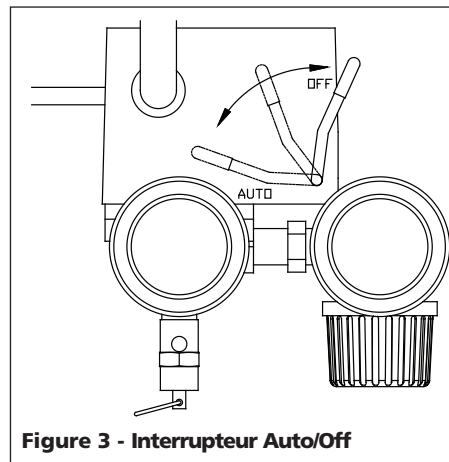

Figure 3 - Interrupteur Auto/Off
- **Manostat** - Interrupteur Auto/Off (Figure 3) – Dans la position AUTO, le compresseur se coupe automatiquement quand la pression du réservoir arrive à la pression maximale réglée d'avance. Dans la position OFF, le compresseur ne fonctionnera pas. Cet interrupteur devrait être dans la position OFF pendant